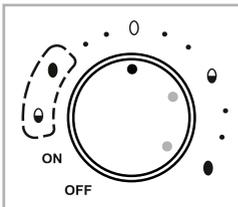

Fig. 4
- Seleccione el **símbolo del huevo** del rango de ajuste que corresponda (fig. 4) si los huevos tienen un tamaño superior al tamaño medio (tamaño XL).